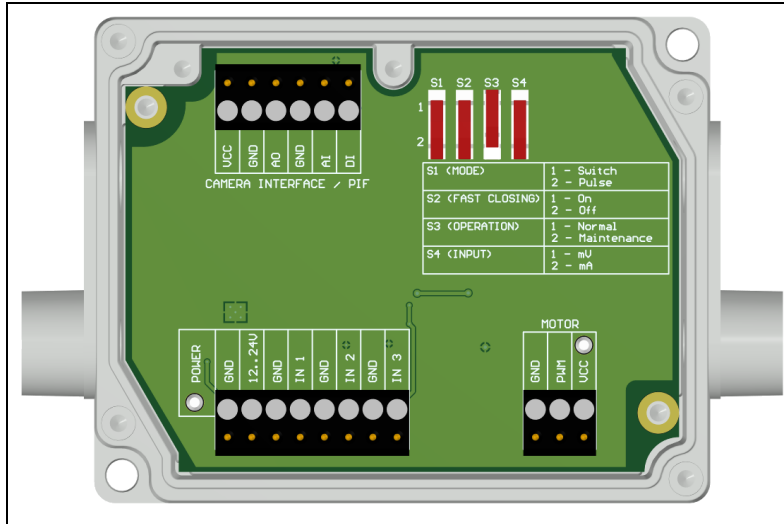

Abbildung 16: Steuerbox Shutter, Abmessungen (siehe **Abbildung 8**)
- Bei Verwendung von mehr als einem Shutter und einem simultanen Öffnen / Schließen der Shuttervorrichtung, muss an einer Steuerbox der Schalter S4 auf mA stehen und bei den anderen auf mV (siehe **Abbildung 16**).